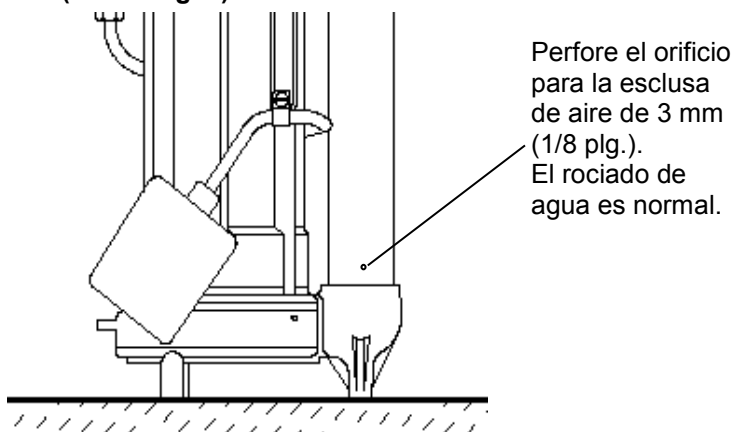

Fig. 1 – Posición del orificio para la esclusa de aire
7. Si se usa una válvula de retención, **hay que perforar un orificio para la esclusa de aire de 3 mm (1/8 plg.) en la tubería de descarga justo encima de la salida de descarga de la bomba para prevenir que se formen esclusas de aire en la bomba (vea la Fig. 1)**